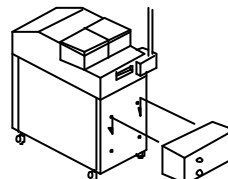

図5
(1) CP3000の背面または側面にWCP-1を取り付けます。(図5)